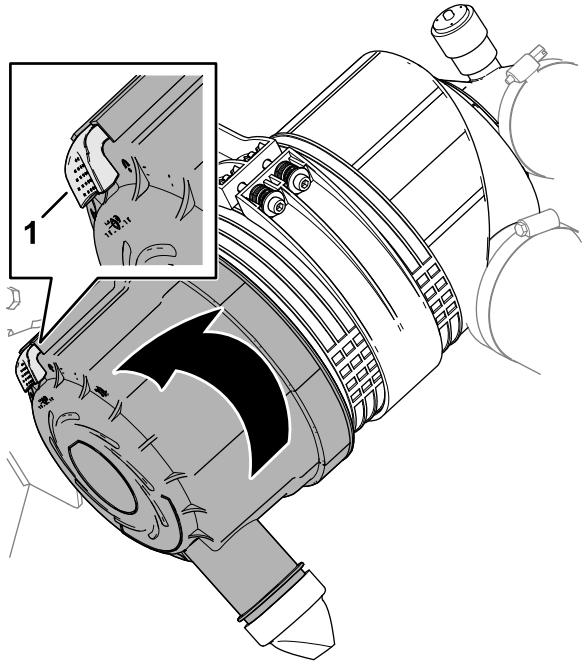

Figure 119
- Tirez le verrou vers l'extérieur et tournez le couvercle du filtre à air dans le sens antihoraire (Figure 119).